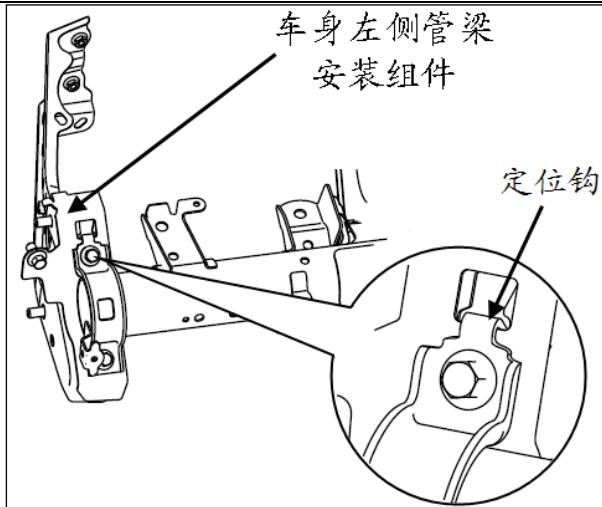
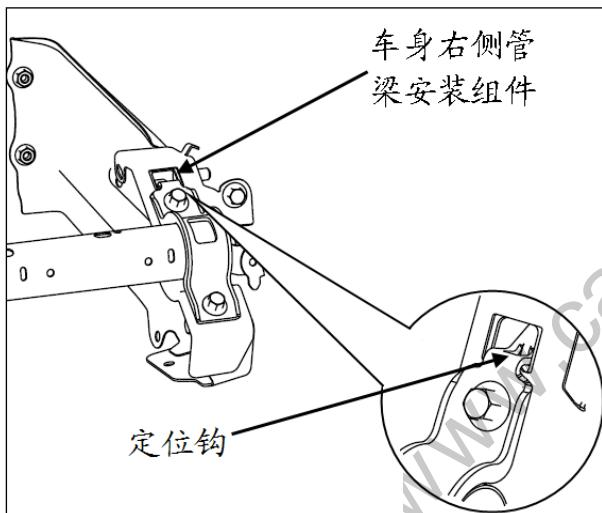

图 1.5.25 仪表台横梁固定支架组件（左）
图 1.5.26 仪表台横梁固定支架组件（右）
- (5) 再次确认转向管柱以及其它相关的电器元件、线束与管梁以及仪表板下本体的连接断开。确认无误后,将图1.5.25中所示的左侧定位钩脱开,再将图1.5.26中所示的右侧定位钩脱开,即可将管梁以及线束从车上拆下。
- (6) 管梁和线束一起拿下后,再将线束从管梁上拆下。